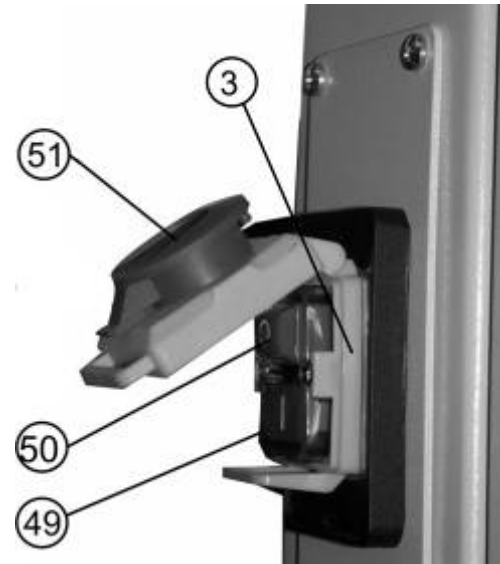

Рис.16
12.2.2. Нажмите красную кнопку (51) и сдвиньте ее вверх, как показано стрелкой на красной кнопке (51) магнитного пускателя (3), Рис.16.
12.2. Включение (Рис. 16)